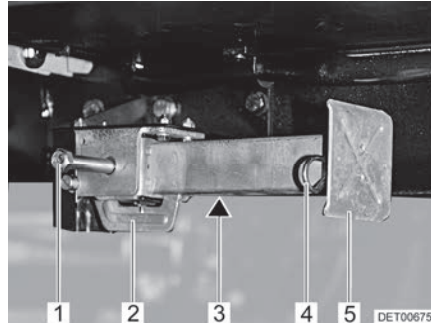

Fig. 29 Vérin stabilisateur
- Placer la clé à pipe sur l'écrou à six pans (Fig. 29,1) et tourner jusqu'à ce que le vérin stabilisateur soit en position verticale vers le bas.
- Lorsque la longueur des vérins stabilisateurs est réglable, faire sortir la goupille (Fig. 29,4) de la rallonge du pied d'appui (Fig. 29,5).
- Placer la clé à pipe sur l'écrou à six pans (Fig. 29,1) et tourner jusqu'à ce que le vérin stabilisateur se dégage du sol.
- Rentrer complètement la rallonge du pied d'appui (Fig. 29,5) et insérer la goupille (Fig. 29,4) dans le trou prévu à cet effet.
- Tourner l'écrou à six pans (Fig. 29,1) jusqu'à ce que les vérins stabilisateurs soient pivotés vers le haut et que la glissière (Fig. 29,2) soit arrivée complètement à l'extrémité de la fente (Fig. 29,3).